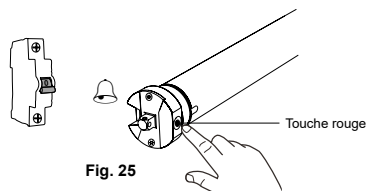

Fig. 25
- Appuyez sur la **touche rouge** du moteur **10 fois** (**Fig. 25**) 10 bips sonores